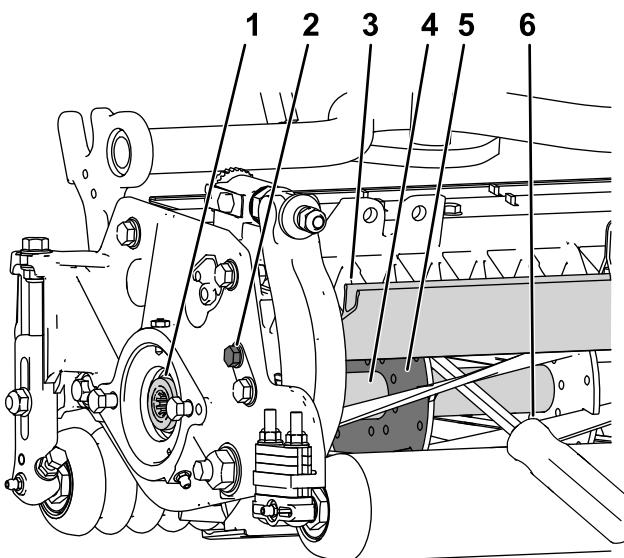

Figura 29
1. Afloje el perno del deflector a la izquierda de la unidad de corte y eleve el deflector trasero (Figura 29).
2. Inserte una palanca de mango largo (se recomienda de 3/8" x 12" con mango de destornillador) por la parte trasera del molinete de corte, lo más cerca del lateral de la unidad de corte que va a apretar (Figura 29).
3. Coloque la palanca contra la parte soldada de la placa de soporte del molinete (Figura 29).